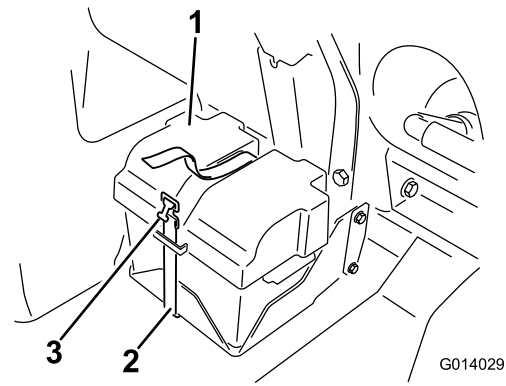

Рисунок 80
2. Снимите крышку аккумуляторной батареи и отсоедините отрицательный (черный, «земля») кабель от штыря аккумуляторной батареи (Рисунок 80).
4. Установите крышку аккумуляторной батареи и закрепите ее хомутом, снятым ранее (Рисунок 80).